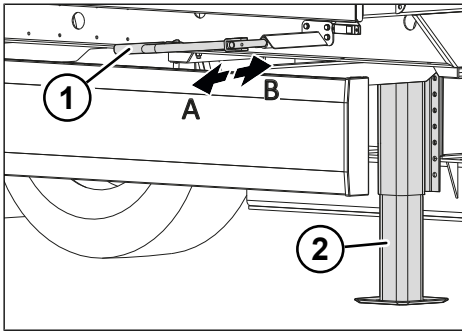

Abb. 5-2: Lastgang und Schnellgang der Stützwinde
- ▶ Schnellgang durch Herausziehen der Handkurbel einschalten (siehe "Abb. 5-2: Lastgang und Schnellgang der Stützwinde", S. 22).
- ▶ Lastgang durch Hineindrücken der Handkurbel einschalten (siehe "Abb. 5-2: Lastgang und Schnellgang der Stützwinde", S. 22).
- ▶ Lastgang durch Hineindrücken der Handkurbel einstellen (siehe "Abb. 5-2: Lastgang und Schnellgang der Stützwinde", S. 22).
- ▶ Schnellgang durch Herausziehen der Handkurbel einstellen (siehe "Abb. 5-2: Lastgang und Schnellgang der Stützwinde", S. 22).